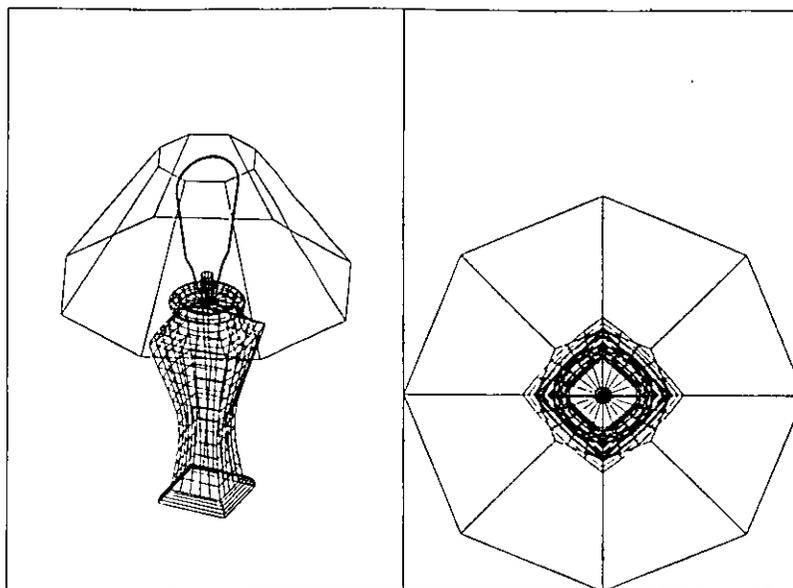

Figura 7-43. Dibujo terminado de la lámpara
4. Use ZOOM extents en la ventana izquierda para ver toda la lámpara. El dibujo terminado debe ser similar a la Figura 7-43.